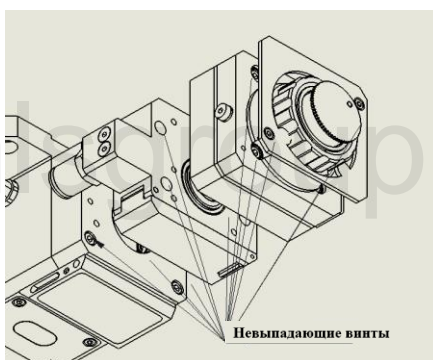

Рисунок 13 Снятие модуля защитного стекла и коллимационного модуля
- Последовательно по направлению снизу вверх открутите стопорные винты с лазерной головки, как показано на Рис.13;